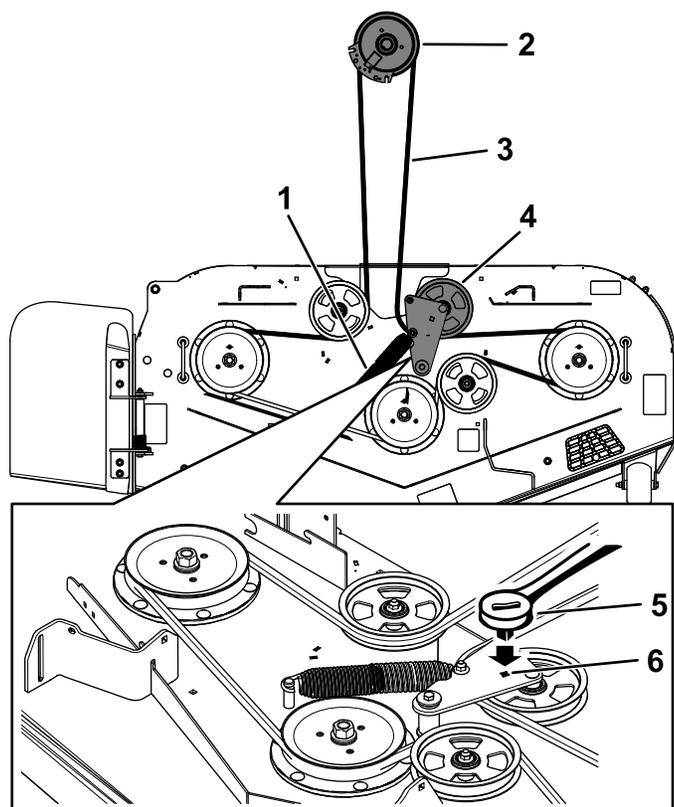

Figure 78
5. Insérez un rochet de  $\frac{3}{8}$  pouce dans le trou carré du bras de la poulie de tension pour détendre le ressort de la poulie de tension (Figure 78).
7. Enlevez le guide-courroie situé sur le bras de la poulie de tension rappelé par ressort (Figure 78).
9. Acheminez la courroie neuve autour des poulies du tablier de coupe et de la poulie d'embrayage, sous le moteur (Figure 78).
10. Montez le guide-courroie sur le bras de la poulie tension (Figure 78).
11. Insérez le rochet de  $\frac{3}{8}$  pouce dans le trou carré et installez le ressort de la poulie de tension (Figure 78).